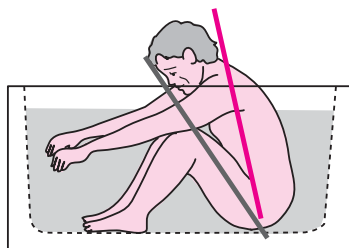

図 7-25 重心移動が困難で立ち上がりのできない体育座りの姿勢
- 健常人であっても、体育座りのまま上半身を前傾させるだけで重心を足部の基底面まで移動させることは困難です。(図 7-25) 入浴の場合、お湯があるので頭を下げるにも限界があり、さらに困難な動作になります。